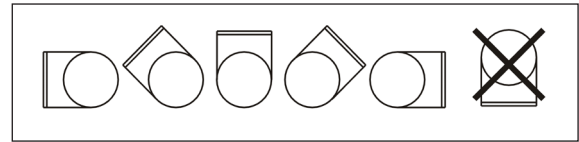

Abb. 2
3. Montieren Sie den Heizer in einem horizontalen oder vertikalen Kanal in einer zulässigen Einbaulage gemäß Abb. 2..